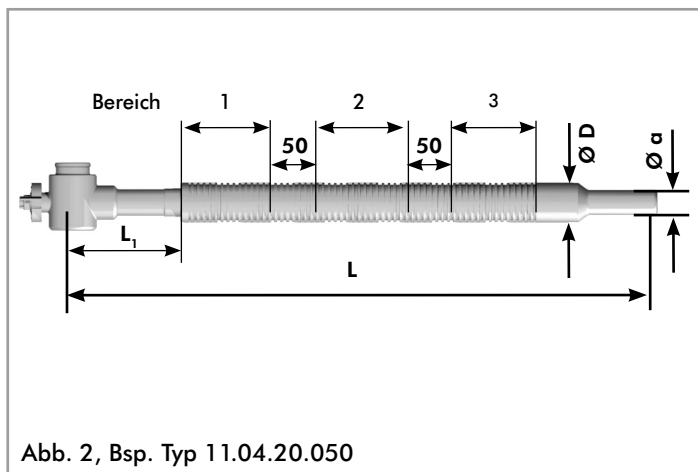

Abb. 2, Bsp. Typ 11.04.20.050
Die Außenabdichtung wandbündig in die Kernbohrung / das Futterrohr einschieben. Abdichtbereich 2 und 3 beachten (siehe Abb. 2)
**Achtung: Abdichtbereich 2 und 3 beachten (siehe Abb.2)**